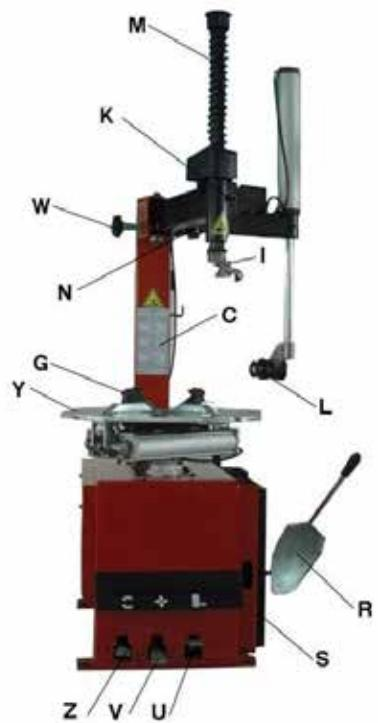

Afb. 3
- Draai de moer A op het frame B los, zoals in afbeelding 3 getoond. Til de kolom C op. Monteer deze op het frame B door de moer A en de bout op het frame B te gebruiken. Als de kolom na een tijdje losgaat, maak deze onmiddellijk opnieuw vast, anders kan de band beschadigd worden.